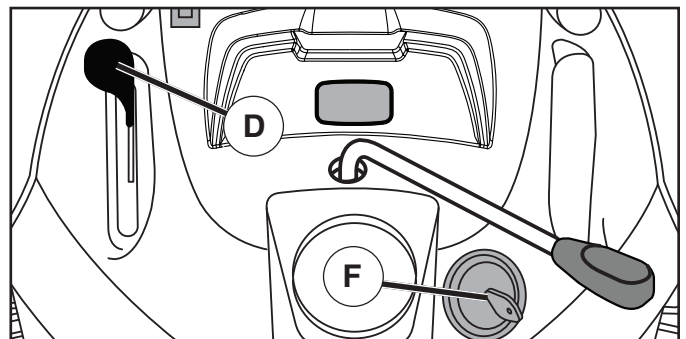

Fig. 6
- Mover la palanca de mando entre la posición (D) de velocidad media y máxima (rápida).
- Gire la llave de ignición (F) a la posición de apagado "STOP" y remueva la llave al abandonar el tractor para evitar el uso no autorizado.
### PARA USAR EL CONTROL DE LA ACELERACIÓN (D) (VEA FIG. 6)